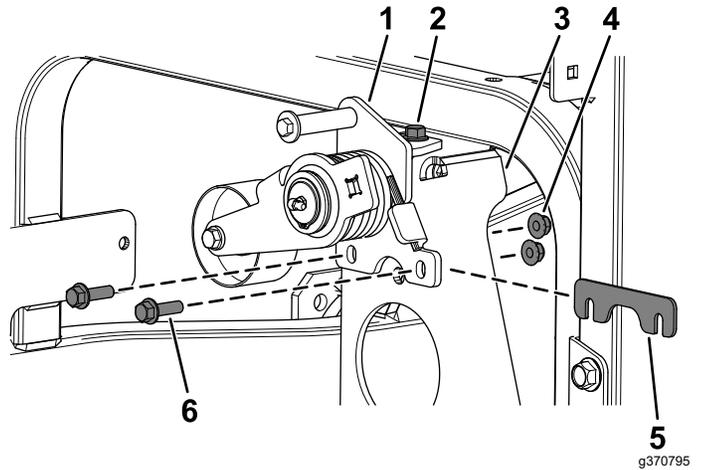

**Figure 2**
3. Desserrez le boulon à embase ( $\frac{3}{8}$ " x 1") qui fixe le haut du pivot de la poulie de tension sur le support de la pompe (Figure 2).
4. Retirez les 2 boulons et les 2 écrous existants qui fixent le bas du pivot de la poulie de tension sur le support de la pompe (Figure 2).